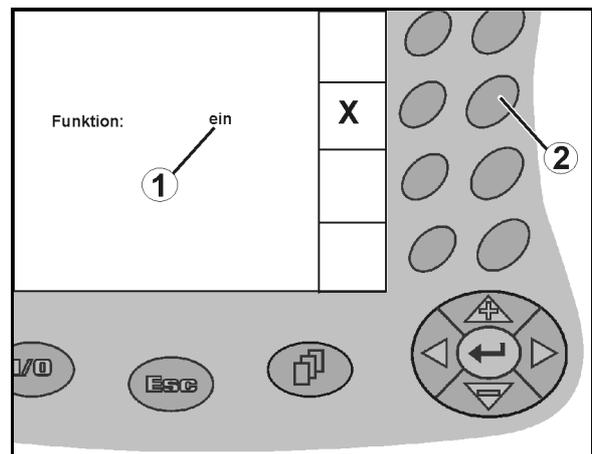

Fig. 14
- Actionnez une première fois la touche de fonction (Fig. 14/2)
- Fonction **activée** (Fig. 14/1).